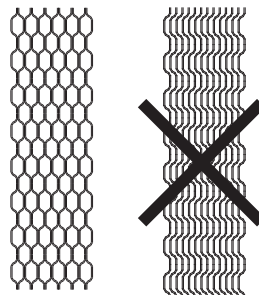

Fig.10
- Si está correctamente posicionado, el apilamiento de las placas asume la forma de "nido de abeja" (Fig.10).